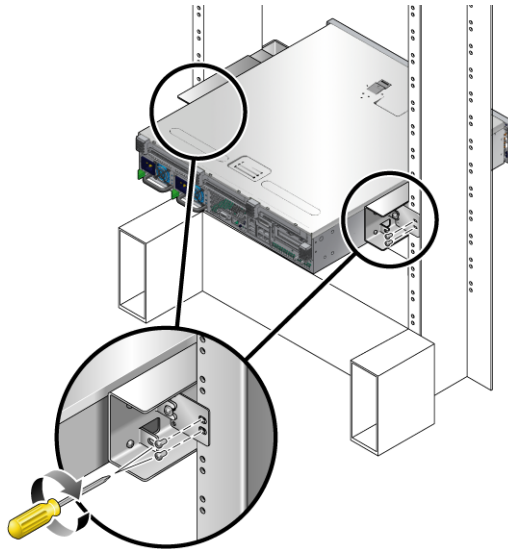

FIGURE 4-7 Fixation de la plaque arrière au dos du montant
d. À l'aide de deux vis, fixez l'autre côté de la plaque arrière à l'arrière du montant (FIGURE 4-7).